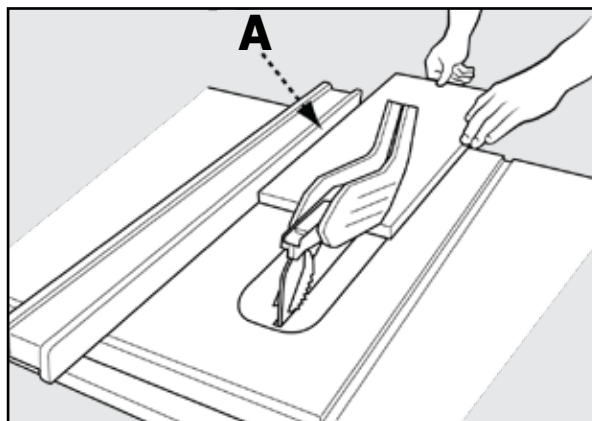

FIGURA 27
8. Sujete la pieza de trabajo horizontalmente sobre la mesa y contra la guía (A). La pieza de trabajo debe tener un borde recto contra la guía y no debe estar deforme, torcida ni doblada. Puede observar la posición correcta de las manos en la Figura 27